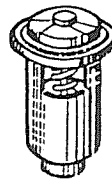

fig. 3
- Ordre chronologique de serrage: voir fig. 1 pour 2.60, fig. 2 pour 3.90, fig. 3 pour 4.110H